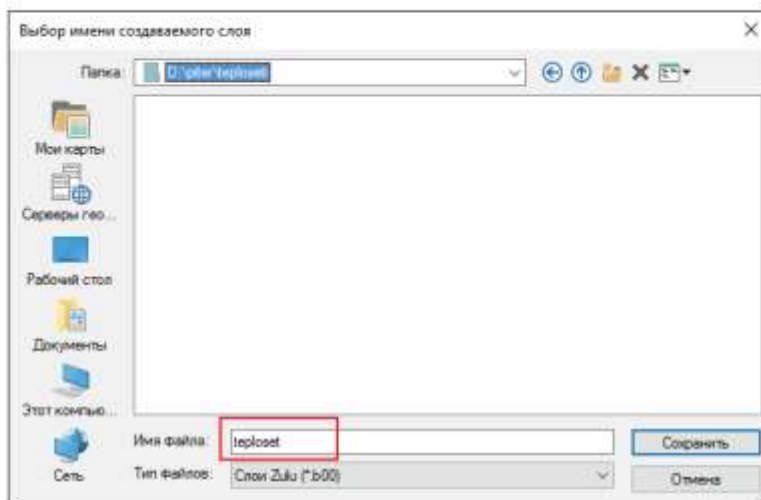

Рисунок 3.8. Окно создания файла тепловой сети
4. В строке Имя файла ввести имя файла латинскими символами (например **teploset**) и нажать кнопку Сохранить (смотрите Рисунок 3.8. «Окно создания файла тепловой сети»). Если будет выбрано имя файла уже существующего слоя, то в результате создания нового слоя существующий слой будет **уничтожен**, и вместо него создастся новый.
После создания слоя в папке тепловой сети сформировались файлы графической и семантической базы данных, созданные с именем заданным в окне Имя слоя (Рисунок 3.8. «Окно создания файла тепловой сети»), например, teploset. Имена таблиц и описателей баз данных образованы из имени слоя (teploset) и, например, названия объекта сети (istok), к которому они относятся (например, teploset_istok).